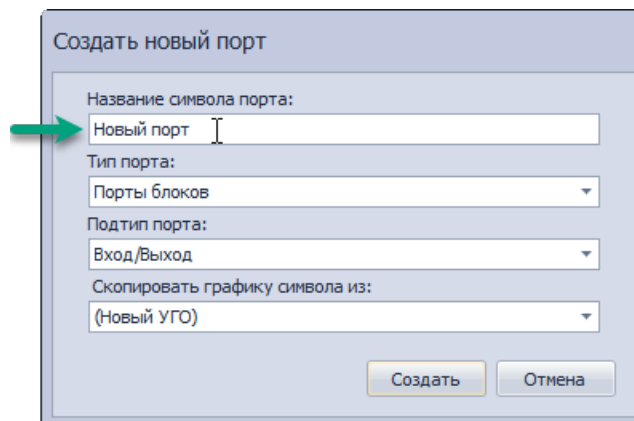

Рис. 56 Ввод названия нового порта
3. В окне «Создать новый порт» введите название для создаваемого символа порта, Рис. 56.